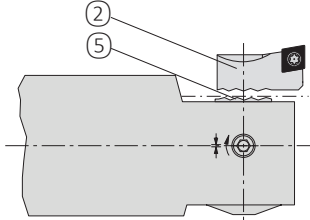

图3
滑块⑤经过专门的轮廓设计，以便快速方便地与不同的刀夹进行安装②(图3)。刀夹锁紧螺钉的扭矩，请参见第12页中的技术数据。